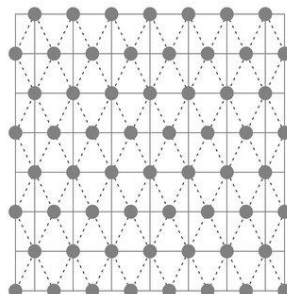

Figura 1: Plantio em quincôncio
- Efetuar o plantio com espaçamento previamente definido por espécie, adotando-se como arranjo espacial o plantio em quincôncio até total fechamento da área (Figura 1);